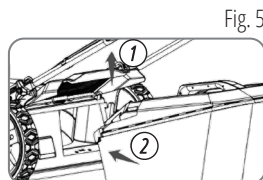

Fig. 5
INSTALLATION ET RETRAIT DU SAC DE RAMASSAGE (FIG. 5)
3. Relâchez le couvercle d'éjection arrière et fixez le bac en position (Fig. 5).